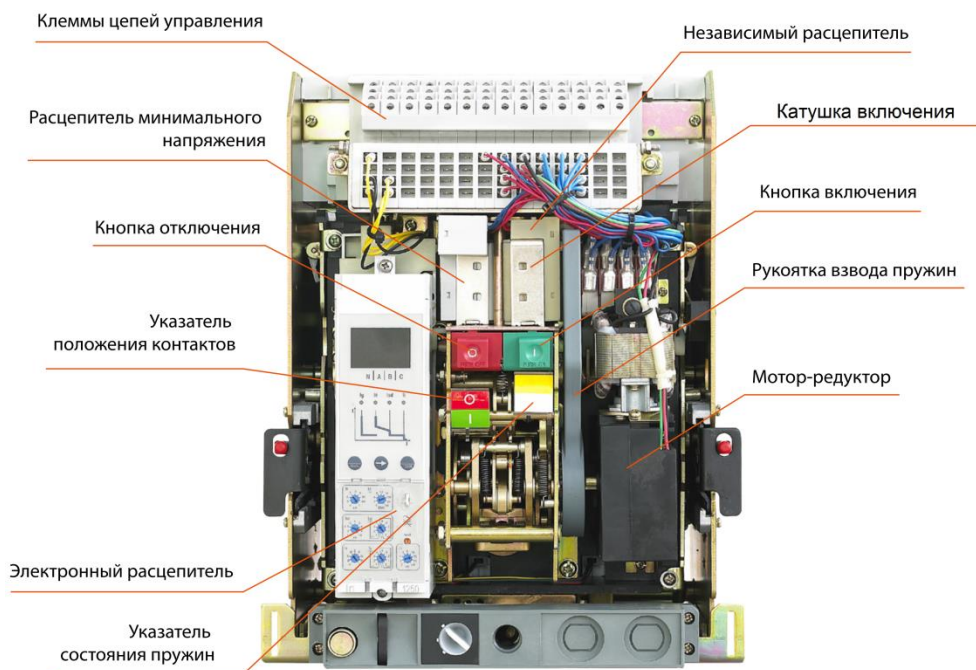

Рисунок 1 – Выключатель OptiMat A-S1; S5; S6
4.1 Выключатель состоит из следующих узлов, смотри рисунок 1.